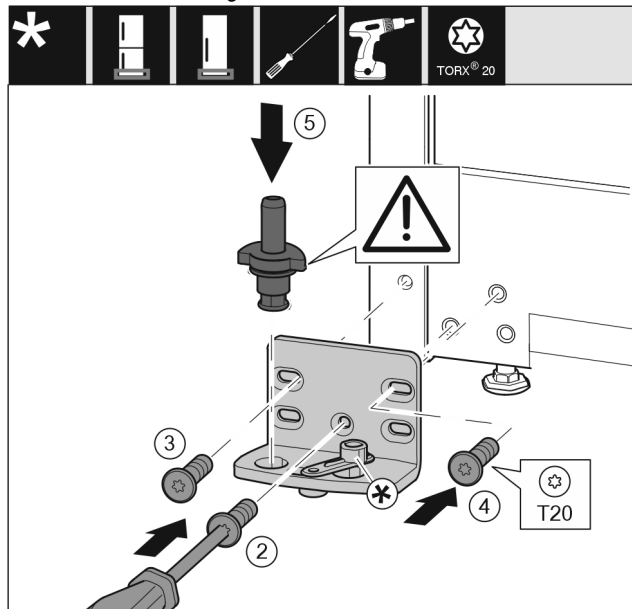

Fig. 15
- ▶ Coloque el soporte de cojinete en el otro lado y atornillelo con la ayuda de un destornillador T20. Comience por el tornillo 2 en la parte inferior central. Fig. 15 (2)
- ▶ Atornille los tornillos 3 y 4. Fig. 15 (3,4)
- ▶ Coloque el perno de cojinete completo. Preste atención a que el saliente de retención esté orientado hacia detrás. Fig. 15 (5)